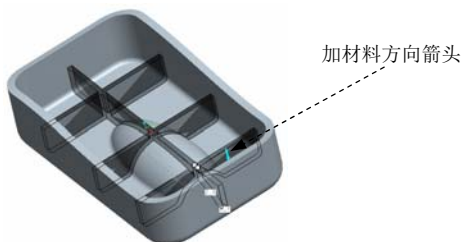

图 5.18.6 定义加材料的方向
Step6. 定义加材料的方向。在模型中单击“方向”箭头, 直至箭头的方向如图 5.18.6 所示(箭头方向指向壳体底面)。